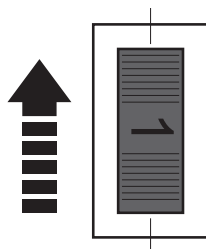

Fig. 14
- > Gire el selector de velocidad (15) hacia un número menor para reducir la velocidad Fig. 14). Un ajuste menor es adecuado cuando se utilizan útiles de fresado de pequeño diámetro o se trabaja en materiales blandos como el plástico.